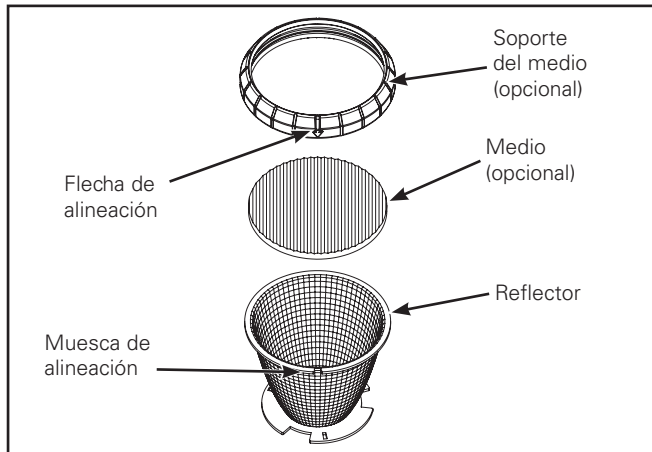
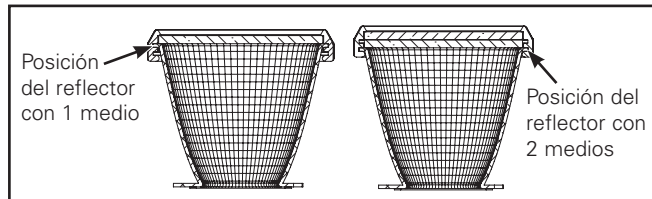

Figura 5.
Figura 6. y 7.
1. Retire la óptica del embalaje protector y quite el anillo de soporte del medio (opcional) para instalar cualquier medio opcional (Figura 5). Para volver a unir el soporte del medio con el reflector, comience con la flecha de alineación en las muescas de alineación y trabaje alrededor de la brida. Para 1 pieza de medio (opcional) coloque el reflector en la posición superior (Figuras 6 y 7) y para 2 piezas de medio (opcional) coloque el reflector en la posición inferior (Figura 6 y 7).